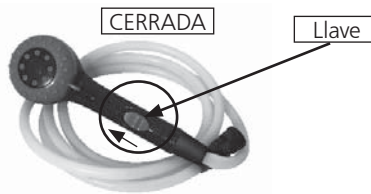

FIG. 6
- Se puede detener el flujo de agua en cualquier momento deslizando la llave a la posición "OFF" (hacia arriba) . FIG. 6). El quemador se apagará y la bomba seguirá funcionando durante 5 minutos. Para volver a encender el quemador, vuelva a deslizar la llave a la posición "OPEN" (hacia abajo), saldrá agua por el cabezal de la ducha y el quemador se volverá a encender en 5-10 segundos.